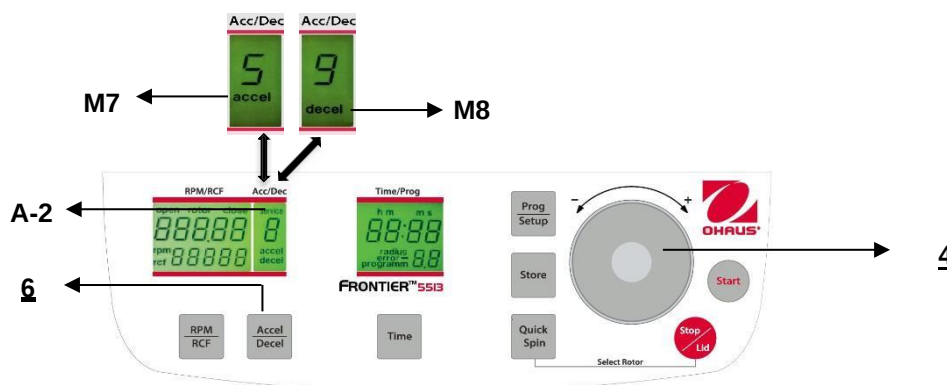

Figure. 15
Se reporter à la figure 15 ci-dessous pour référence.
Le couvercle ne doit être que très légèrement abaissé. Un verrouillage électromagnétique du couvercle le referme et simultanément, le mot **"open"** (M2) disparaît (voir la figure 15).
Cette fonction est activée avec la touche **"Accel/Decel"** (6) (voir la figure 15).